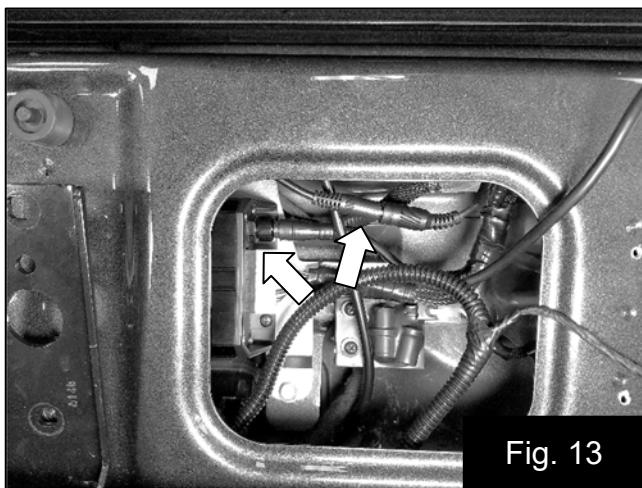

Fig. 13
23. Conecte el controlador al amplificador y fije girando el anillo de bloqueo hasta que quede apretado. Fig. 13
24. Enchufe el conector de 1/8 de pulgada al amplificador. Fig. 13